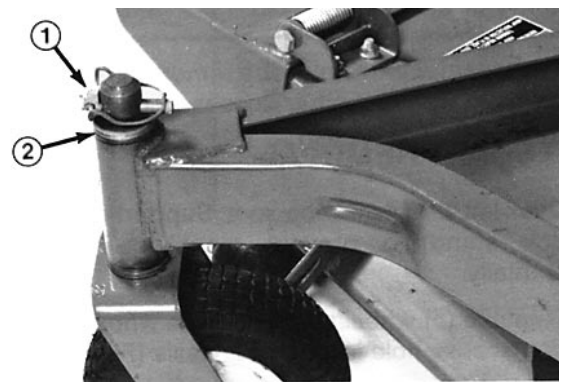

Figure 9
4. Introduire un chasse-goupille en haut ou en bas du tube de montage et chasser le manchon du tube (Fig. 9). Chasser aussi l'autre manchon du tube, puis nettoyer l'intérieur des tubes.